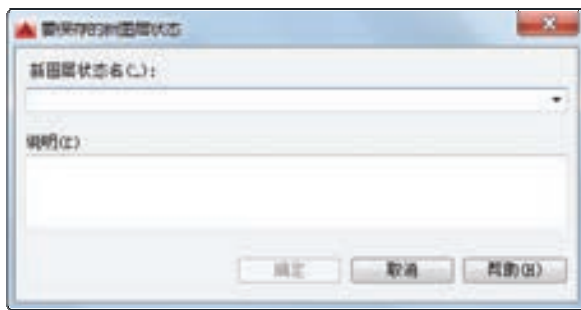

图 6-20 “要保存的新图层状态”对话框
- “新建”按钮：单击此按钮，弹出图 6-20 所示的“要保存的新图层状态”对话框，从中可以设置“新图层状态名”和“说明”。